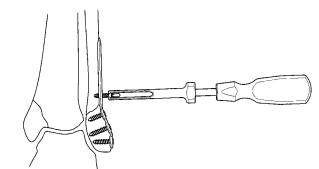

図10
- 選択した長さの3.5コーティカルスクリューを、ホールディングスクリュースリーブで把持し、六角2.5ドライバ/六角2.5パワービンドライバを用いて挿入します。（図10）